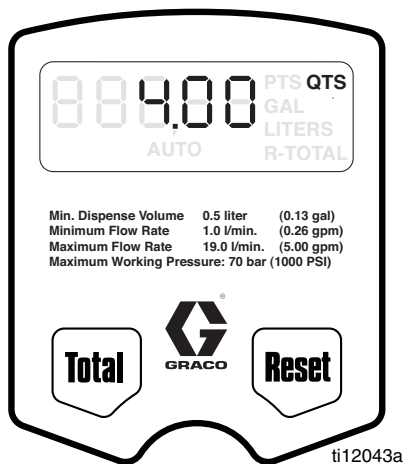

FIG. 14
1. Si l'affichage est blanc (en mode d'arrêt), appuyer, puis maintenir, la touche Total ou Réinitialiser. La quantité de la dernière distribution apparaît sur l'affichage (FIG. 14).